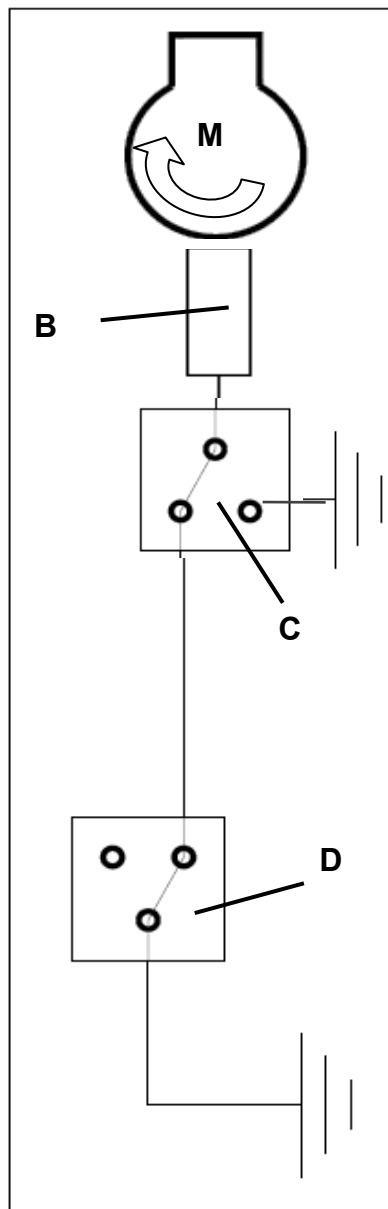

fig.14/33
14.7.1 Diagram (fig.14/33)
14.7.1 Schéma électrique (fig.14/33)
14.7.1 Esquema eléctrico (fig.14/33)
14.7.1 Elektrische Schema (Abb.14/33)